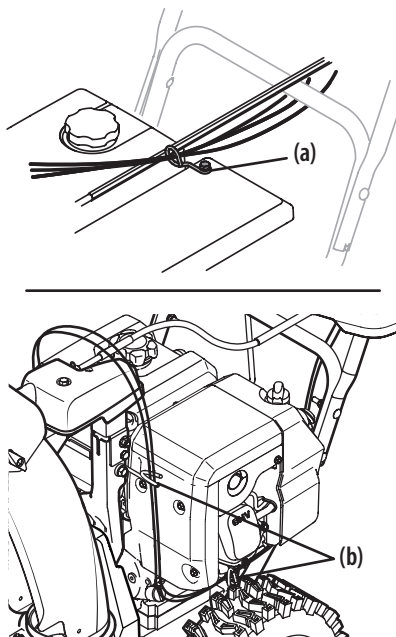

Figura 2-34
- Unidades con Guía de Cables de Montaje Superior (a) – Verifique que todos los cables estén correctamente tendidos por la guía de cables por encima del motor. Consulte la Figura 2-34.
- Unidades con Guías de Cables de Montaje Lateral (b) – Verifique que todos los cables estén correctamente tendidos por debajo del lado izquierdo del motor y la guía de cables por debajo del cabezal de control de canal. Consulte la Figura 2-34.